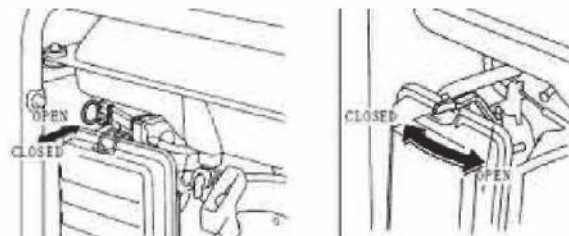

Рис. 4
3. Переведите рычаг заслонки в положение (|↗|) «Запуск» (только при холодном двигателе) (Рис. 4).